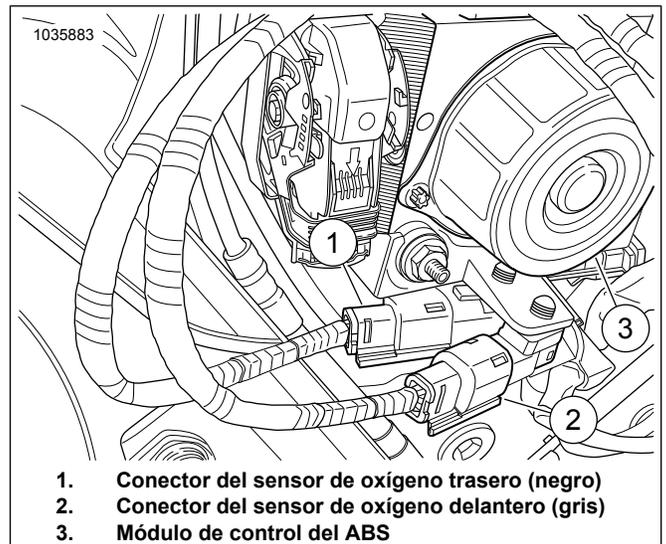

Figura 13. Conexiones del arnés principal del ATM
12. Ver Figura 13 y Figura 8. Coloque los cables conductores del arnés gris (3) y negro (1) afuera detrás del módulo de control ABS (2) y conecte el arnés principal. Haga coincidir los colores de los conectores: negro con negro y gris con gris.